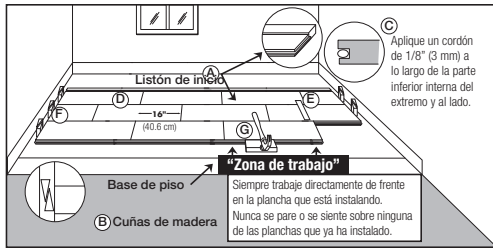

Figura 14
- Elija el primer tablero. Todas las instalaciones deben comenzar con el lado de la ranura contra la pared utilizando los tableros más largos disponibles. Aplique un cordón de pegamento continuo de 1/8" (3 mm) a la parte inferior interna de la ranura en el extremo del tablero. No aplique pegamento en el lado de la ranura en este momento (Artículo C, Figura 14). Los productos con la lengüeta terminal en la izquierda se deben instalar de derecha a izquierda, y las lengüetas opuestas deben ir de izquierda a derecha. (Artículo D, Figura 14) Si se utilizó un tablero provisional NO pegue la primera hilera a esta.
- Finalice la primera hilera. Corte el último tablero dejando un espacio de 1/2" (13 mm) entre la pared y el piso. (Utilice el extremo restante del tablero cortado como pieza de inicio para cualquier hilera que siga a la tercera hilera). Coloque una cuña en el extremo del tablero entre el revestimiento de piso de madera dura y la pared, permitiendo un espacio de expansión de 1/2" (13 mm). Evite la instalación de tableros con menos de 16" (40.6 cm) en las primeras cuatro hileras. (Artículo F, Figura 14)
- Utilice una barra de tracción para halar el último tablero en su lugar desde el extremo opuesto. Coloque cuñas en la separación y ajuste (Artículo B, Figura 14).
- Corte o use una pieza más corta para el primer tablero de la segunda hilera. Comience la segunda hilera aplicando un cordón de 1/8" (3 mm) por la parte inferior interna del extremo y el lado de la ranura del tablero nuevo. Coloque el primer tablero de la segunda hilera. Aplique un cordón de pegamento en la parte inferior interna del extremo y el costado la ranura del tablero siguiente e instale. Cuando instale los tableros juntos, use un bloque de impacto contra la lengüeta, no contra la ranura (Artículo G, Figura 14). Golpee ligeramente los tableros en su lugar con un martillo sobre el bloque de impacto. NO golpee en el borde directamente con el martillo. Finalice de la segunda a la cuarta hileras utilizando esta técnica. Inserte cuñas en los extremos según sea necesario, para restringir el movimiento del piso.